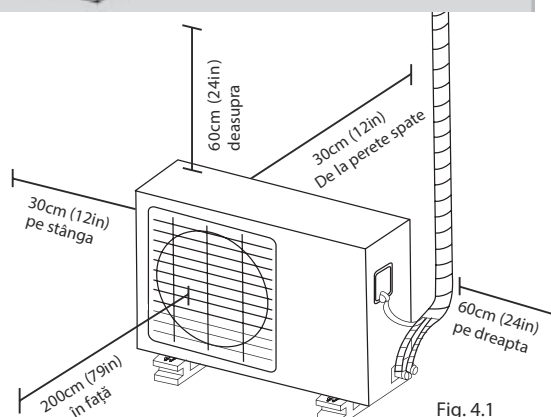

Fig. 4.1
- ✓ Întrunirea tuturor cerințelor speciale ce se pot vedea în Cerințele de spațiu ale instalării (Fig. 4.1)